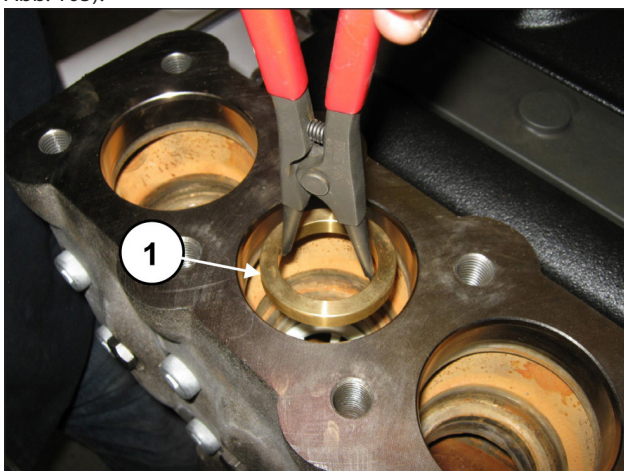

Abb. 105
Entfernen Sie den Distanzring des Ventilsitzes (Pos. ①, Abb. 105).